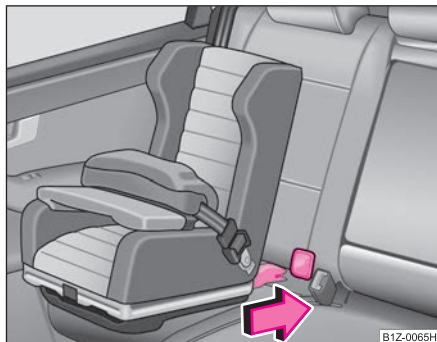

Fig. 129 El asiento infantil ISOFIX se introduce en los conos de alojamiento montados
- Introduzca los brazos de enclavamiento del asiento infantil, por encima de los conos de alojamiento montados, en las argollas de sujeción hasta que el asiento infantil encastre de forma audible ⇒ fig. 129.